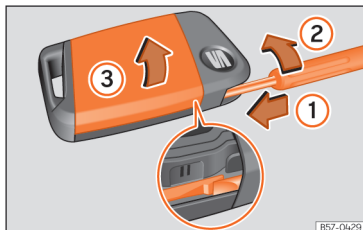

Fig. 46 Chave do veículo: abertura da tampa do compartimento da pilha.
- Introduza uma chave de fendas de folha plana na chave do veículo, pelo guia exterior da chave de emergência, aprox. 1 cm no sentido da seta >>> **Fig. 46 ①.**
- Rode a chave de fendas no sentido dos ponteiros do relógio até que a tampa se abra >>> **Fig. 46 ②.**
- Desloque a tampa no sentido da seta >>> **Fig. 46 ③** e retire-a >>> ①.